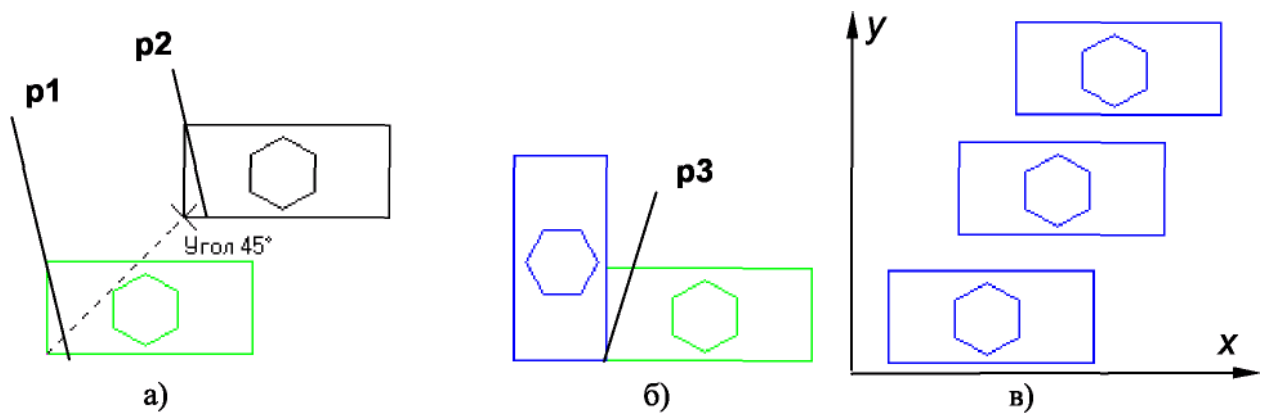

Рис. 4.3. - Примеры использования команд сдвига и копирования объектов
- 3) указать положение базовой точки **p1** (рис. 4.3 а);
- 4) указать новое положение базовой точки **p2** (рис. 4.3 а);
- 3) указать положение базовой точки **p3**, относительно которой осуществляется поворот фрагмента (рис. 4.3б);
- **Копирование**. Копирование осуществляется смещением копии по осям  $x$  и  $y$  (рис. 4.3в).